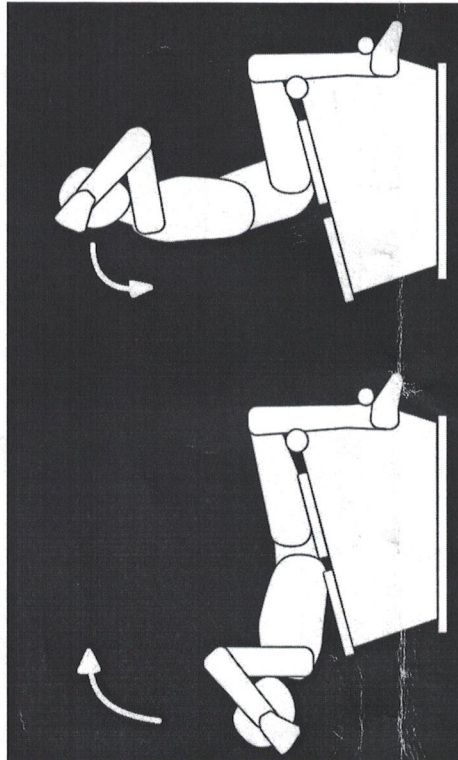

Рис.4
- Для занятий необходимо разместиться на сиденье тренажера лежа, ногами захватить нижнюю горизонтальную перекладину, колени должны располагаться на верхней перекладине. Тренировка мышц происходит при периодическом поднимании туловища в вертикальное положение (рис.4).